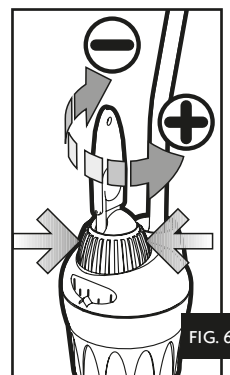

FIG. 6
- Tenir le bouton de réglage principal (bleu) avec une main pour éviter à l'échelle de se déplacer de celle-là déjà fixée sur le point de repère et tourner le bouton de post-calibrage (orange) vers + si la valeur de la température que vous avez mesurée est plus basse de celle-là indiquée en correspondance du point de repère, ou vers - en cas la température mesurée est supérieure à celle indiquée par le point de repère (fig. 6). Le bouton de post-étalonnage peut être réglé sur 6 diverses positions, 3 vers le + et 3 vers le -. Chaque position correspond à peu près à 1°C. Si on a réglé le chauffe-eau sur une température de 24° et on mesure 22°C, il suffit de tourner le bouton de post-étalonnage 2 positions vers +.
- d. houd de blauwe draaieregelaar vast op de ingestelde waarde en draai de oranje draaiknop tegen + of – afhankelijk van het gemeten temperatuur (afb. 6). In elk richting (+ en -) kan maximaal tot 3 graden worden afge. 6). In elk richting (+ en -) kan maximaal tot 3 graden worden aangepast. Dat kan in drie stappen van elk 1 graad Celsius. Er is een voelbare click bij het bereiken van elk stap. Is het thermostaat bij voorbeeld ingesteld op 24 graden en er worden maar 22 graden gemeten houd u de blauwe regelbaar op 24 graden vast, terwijl u de oranje draaiknop om 2 posities tegen + draait. Een ijken kan alleen binnen een band van zes graden gebeuren, 3°C naar + en 3°C naar -. PROBEER ER NOOIT VERDER DAN DREI STAPPEN IN EEN RICHTING TE DRAAIEN!
- d. Mantenga el botón de regulación principal (azul) con una mano para evitar que a la escala que se desplace de la ya fijada en el punto que marca y girar el botón de post calibración (naranja) hacia + si el valor de la temperatura que ha medido es más baja que la que se indica en el punto de referencia, o hacia – en el caso en que la temperatura obtenida sea superior a la indicada en el punto de referencia (fig. 6). El botón post-calibración se puede regular sobre 6 posiciones diferentes, 3 hacia el + y 3 hacia el -. Cada posición corresponde más o menos a 1°C. Si el termocalentador se ha regulado sobre una temperatura de 24° y se ha obtenido una temperatura de 22°C, basta con girar el botón de post-calibración 2 posiciones hacia +.